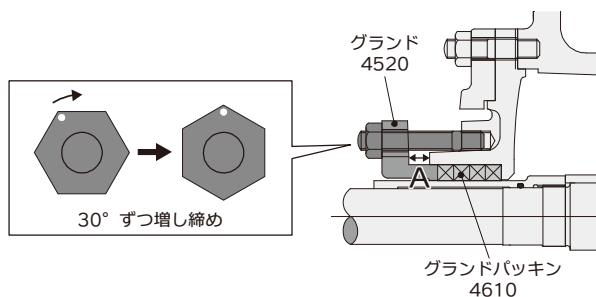

図 4.3-1 グランドの増し締め
経年的な漏れ量の増加に対して、グランド(4520)の増し締めにて調整する場合は、図 4.3-1 のA部分の上下左右の隙間を測りながら、ナットを均等に最大 30° ずつ交互に締め込んで調整して下さい。増し締めを行っても漏れ量が減少しない場合、または過熱する場合は、グランドパッキン(4610)の取り替えを行うか(5.2 項 (5)参照)、パッキンスリーブ(5240)を点検して下さい。